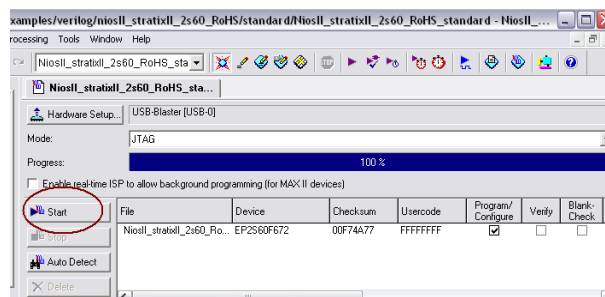

Figura D47 Proceso de descarga
9. A continuación procedemos a presionar **Start** para efectuar la programación de la tarjeta Figura D47.